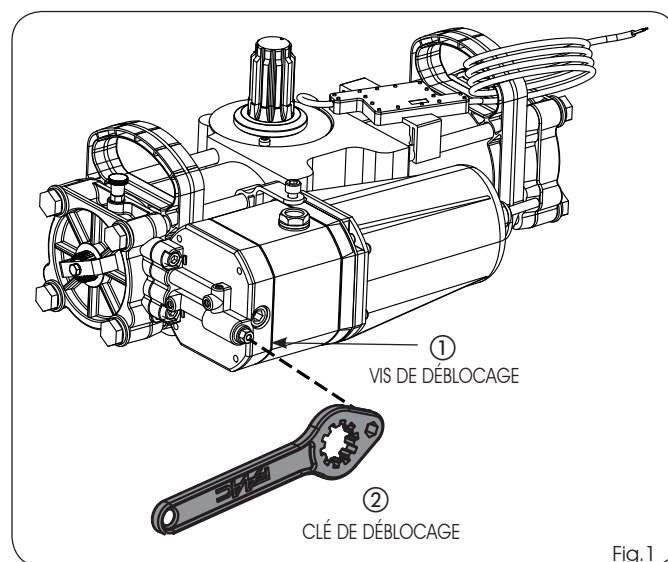
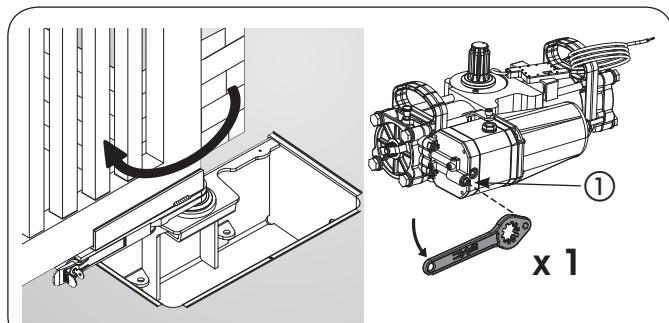

Fig.1
Fig.12
- 2) Manipuler la vis de déblocage (Fig.1 réf.①), (en l'absence du levier, en insérant l'empreinte hexagonale de la clé fournie en dotation (Fig.26 réf.②) :
- 2) En consultant les instructions du chapitre 7.1, intervenir sur le déblocage hydraulique de l'opérateur en tournant le levier (Fig.1 réf.⑥) ou en intervenant avec la clé spécifique (Fig.1 réf.⑱) sur la vis de déblocage (Fig.12 réf.①).